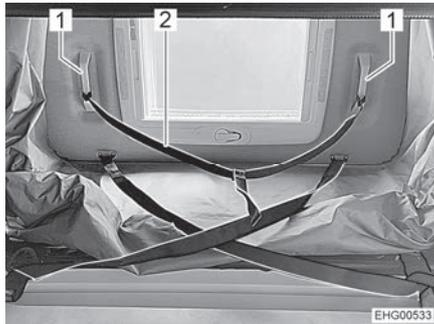

Fig. 67 Correa de ayuda
- Tirar el techo abatible lentamente hacia abajo dos tercios por la correa de ayuda (Fig. 67,2) hasta que el techo abatible se pare por sí solo. En esto, observar lo siguiente:
- Tirar el techo abatible completamente hacia abajo por las dos asas en U (Fig. 67,1) hasta que los dispositivos de bloqueo encajen de forma audible.